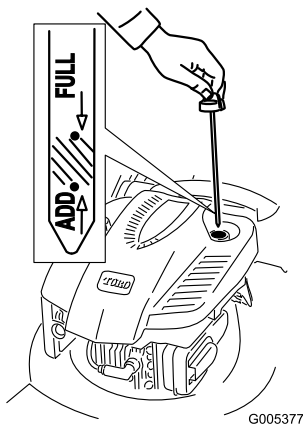

Figure 11
1. Retirez la jauge, essuyez-la sur un chiffon et remettez-la dans le goulot de remplissage (Figure 11).
2. Sortez de nouveau la jauge et contrôlez le niveau d'huile (Figure 11). Si le niveau n'atteint pas le repère minimum (**Add**) sur la jauge, versez **lentement** suffisamment d'huile dans le goulot de remplissage pour faire monter le niveau jusqu'au repère maximum (**Full**). **Ne remplissez pas excessivement.** (Remplissage max. : 0,59 l, type : huile détergente SAE 30, classe de service API SF, SG, SH, SJ, SL ou supérieure.)